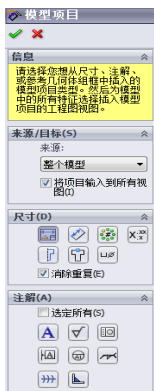

图 9-38 [模型项目]对话框
⑨选择[插入] | [模型项目] 命令，打开[模型项目]对话框。
⑩在对话框中选择[尺寸]、[将项目输入到所有视图]和[消除重复]复选框，如图 9-38 所示。